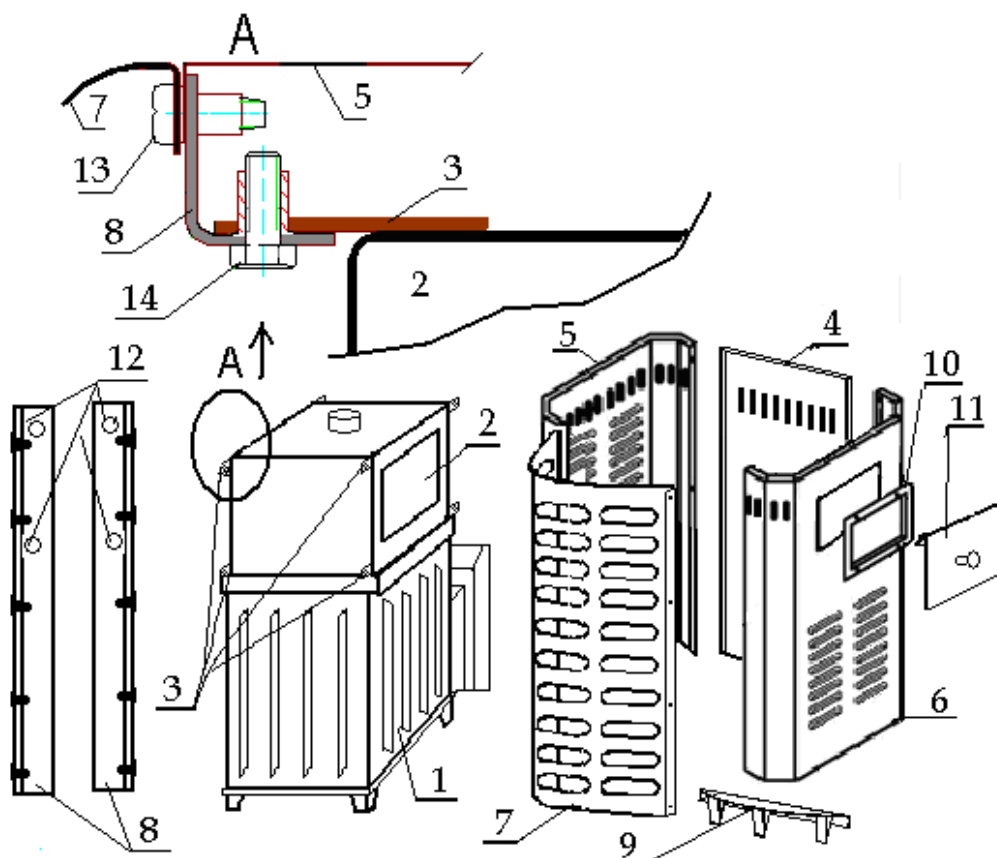

Рис. 3. Сборка облицовки печи «Сударушка МК»
- щиток с вырезом (7) установить так, чтобы он совпал с окном емкости для камней (2);
- надеть собранную облицовку сверху на чугунный топочный агрегат; - верхний отгиб щитков должен лечь на кронштейны (3) емкости для камней (2);
5.3. Сборка облицовки Сударушки МК, (см.рис.3):
- щиток (7) и уголки (8) отверстиями (12) вверх, крепятся к щиткам (5) и (6);
- надеть облицовку на топочный агрегат и, через отверстия (12) в уголках (8) болтами М6 закрепить на кронштейнах (3);